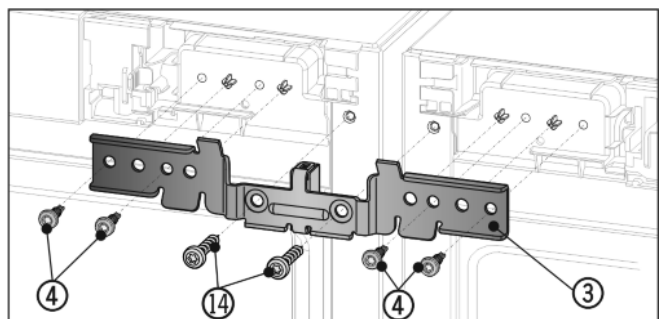

Fig. 7
- ▶ Skyv vinkelen Fig. 7 (3) med avstandsstykket inn mellom enhetene og inn på tappen. Skru vinkelen løst på, avvekslende til høyre og til venstre med fire skruer Fig. 7 (4) og de tidligere utskrudde jordingskrueene Fig. 7 (14).